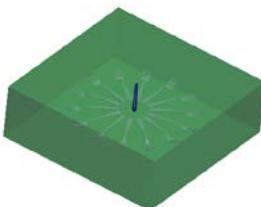

图 23.7 浇道
Step1. 创建图 23.7 所示的浇道。
(1) 单击 **模型** 功能选项卡 **切口和曲面** ▾ 区域中的 **旋转** 按钮。
① 定义草绘截面放置属性。在绘图区域右击，从系统弹出的菜单中选择 **定义内部草绘...** 命令；然后选择 MOLD_FRONT 基准平面作为草绘平面，草绘平面的参考平面为 MAIN_RIGHT 基准平面，方位为 **右**，单击 **草绘** 按钮，进入截面草绘环境。